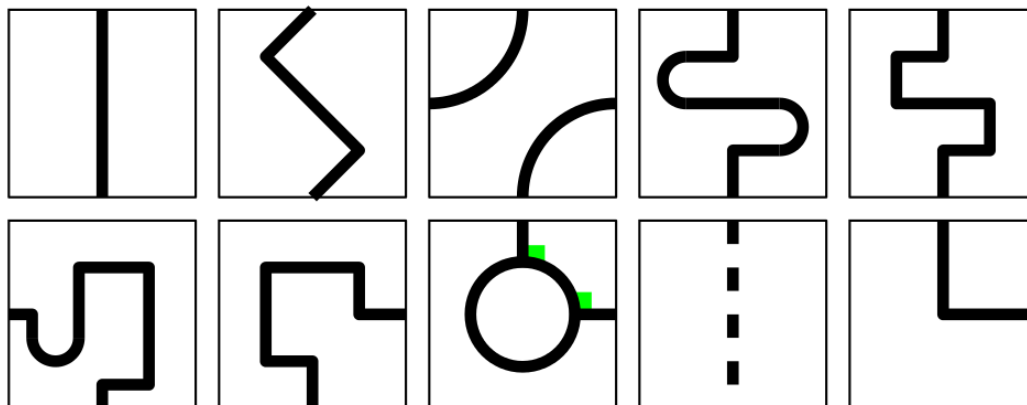

Рис. 1. Примеры разметки клеток
- 1.3.1 Линия имеет чёрный цвет, толщину 1-2 см, может быть выполнена при помощи обычной электроизоляционной ленты или напечатана на бумаге или другом материале. Линия образует на полигоне трассу, вдоль которой должен двигаться робот. На рис. 1 приведены примеры клеток с линией.
Участникам следует учитывать, что варианты разметки клеток, приведённые на рис. 1, являются лишь примером. На соревнованиях могут быть использованы и иные варианты разметки, удовлетворяющие требованиям настоящего раздела и раздела 1.5.